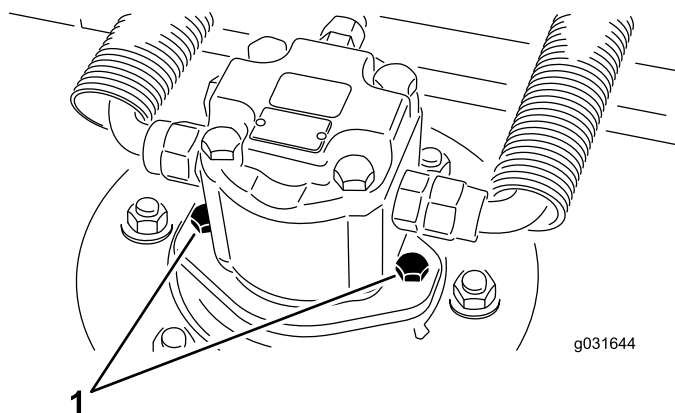

Figura 67
2. Retire los tornillos de montaje del motor y desconecte y retire el motor hidráulico la carcasa (Figura 67).
4. Con los tornillos de montaje del motor hidráulico, instale el motor hidráulico en la carcasa (Figura 67).